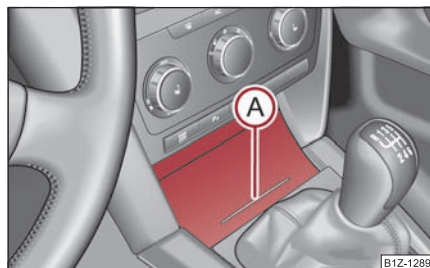

Fig. 122 Consola centrală
- Apăsați în partea inferioară a capacului compartimentului, în zona (A) ⇒ fig. 122 - capacul se deschide.